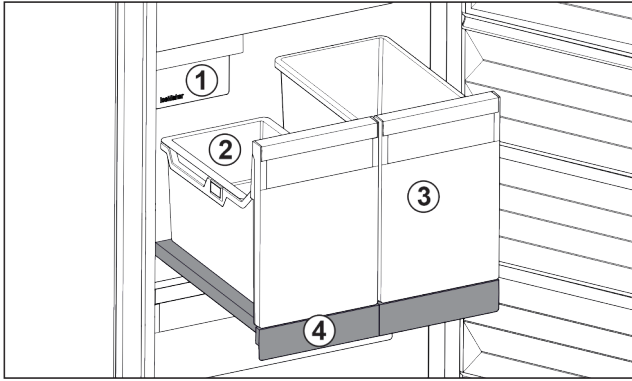

Fig. 79 Выдвижная панель с IceTower
- (1) IceMaker
- (2) Подвесной лоток для кубиков льда
- (3) Контейнеры для пиццы, алкогольных напитков
- (4) Выдвижная панель
На выдвижной панели находятся два высоких контейнера (IceTower). В контейнере Fig. 79 (2) собираются и хранятся кубики льда из IceMaker. Контейнер Fig. 79 (3) подходит для хранения высоких продуктов, таких, как пицца или алкогольные напитки.